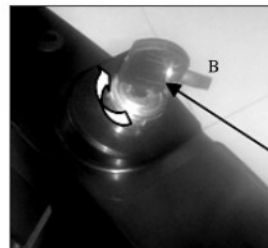

Fig. 2C B. clé
c) Pour le démarrage électrique : Insérez la clé, puis tournez dans le sens positif dans le sens des aiguilles d'une montre pour l'allumage électronique. (Fig. 2C)